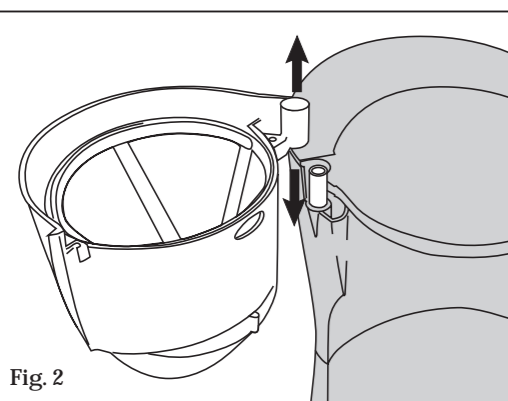
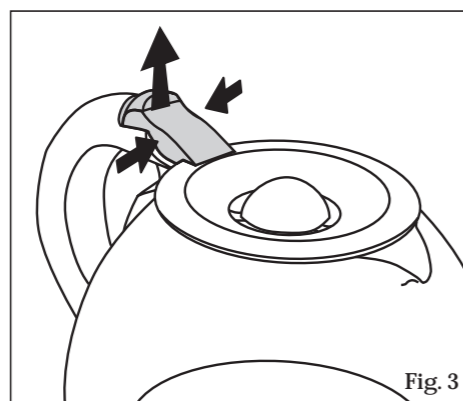

Fig. 2
Fig. 3
Antes de utilizar su cafetera por primera vez familiarícese con todas las piezas. Lea atentamente todas las instrucciones. Desmonte el portafiltro (4) (fig.2) y la tapa de la jarra 7 (fig. 3) límpielos junto con la jarra (8) y el filtro permanente (3), en agua jabonosa templada, aclare bien, séquelos y vuélvalos a montar, fijando el portafiltro en su alojamiento y colocando la tapa en la jarra correctamente. Para limpiar el interior ponga la cafetera en funcionamiento dos veces seguidas sin colocar el café molido en el filtro. Para este proceso siga las instrucciones del apartado "Preparación del café".